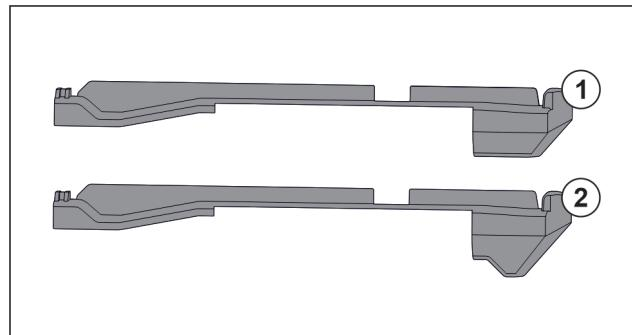

Fig. 62 Porovnání nasazovacích dílů
V přístroji se nachází dva různé nasazovací díly. Nasazovací díl nad nejspodnější zásuvkou Fig. 62 (2) má hranu trojúhelníkového tvaru. Všechny ostatní nasazovací díly Fig. 62 (1) mají rovnou hranu.
- Nasazovací díl Fig. 62 (2) s hranou trojúhelníkového tvaru připevněte nad nejspodnější zásuvkou.
- Nasazovací díl Fig. 62 (1) s rovnou hranou připevněte na všech ostatních místech.